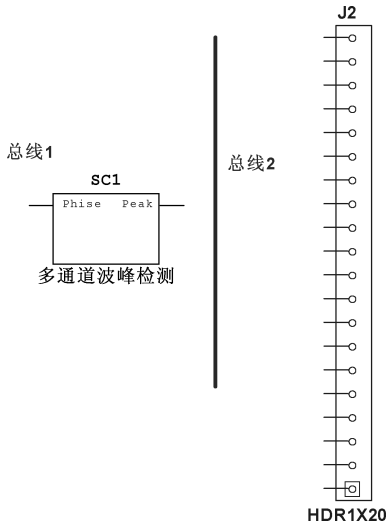

图 5-94 添加总线
2) 选择菜单栏中的“绘制”→“总线”命令，或右键单击选择“在原理图上绘制”→“总线”命令，或按快捷键 <Ctrl> + ，此时光标变成实心圆形状，放置总线，结果如图 5-94所示。